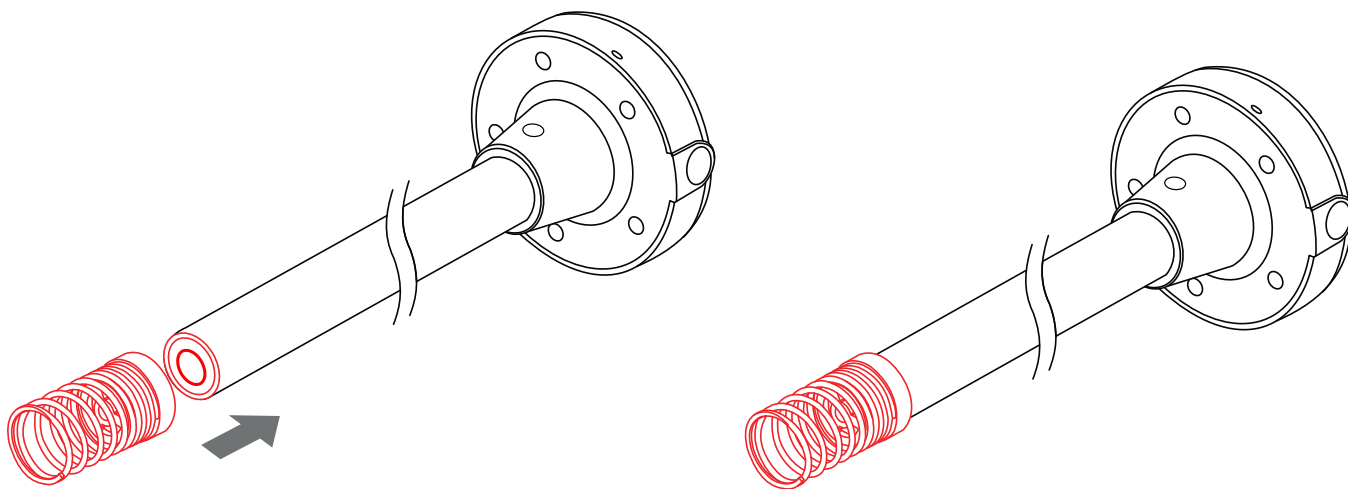

Рис.10. Порядок установки донного упора
- После обрезки необходимо установить донный упор, поставляемый в комплекте, на измерительные трубки (**Рис.10**).